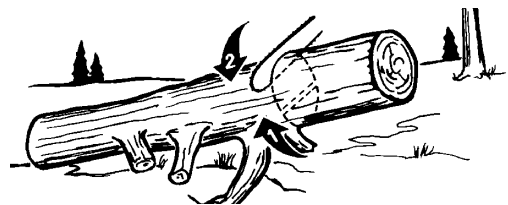

Fig. 14
2. Tronco apoyado en 1 extremo: Primero, corte desde abajo (leñar por abajo) 1/3 del diámetro del tronco para evitar astillamiento. Segundo, corte desde arriba (leñar por arriba) para encontrar el primer corte y evitar el pellizcado (Fig. 14).